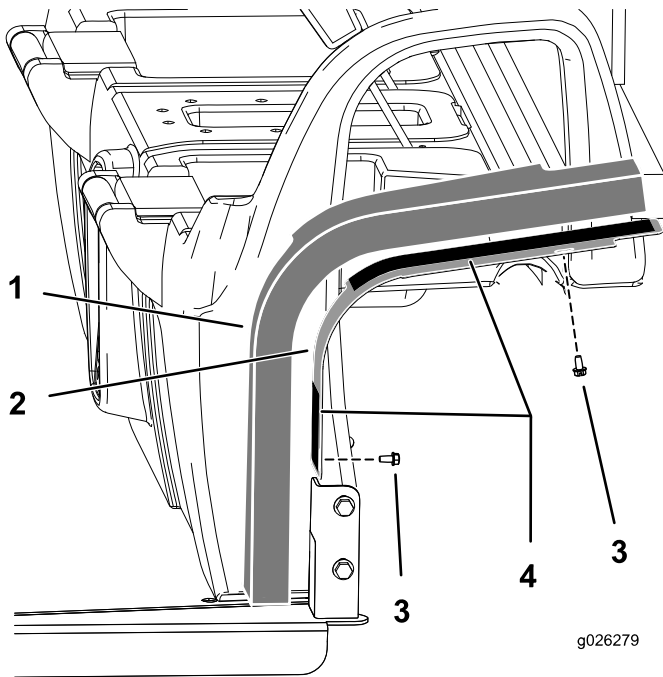

Figura 6
1. Fissate le piastre di montaggio sulla cabina utilizzando 4 bulloni (1/4 poll.) come mostrato in Figura 6.
3. Rimuovete la carta dal nastro biadesivo sulle piastre di montaggio (Figura 6).
4. Installate i pannelli in schiuma sul gruppo (Figura 6).